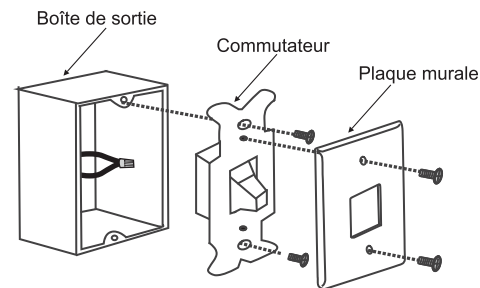

Fig. 19
Étape 1. Retirez la plaque murale existante et l'ancien interrupteur de la boîte de sortie murale. Ecrasez les fils noirs (chauds) et poussez à l'intérieur de la boîte de sortie. (Fig. 19)